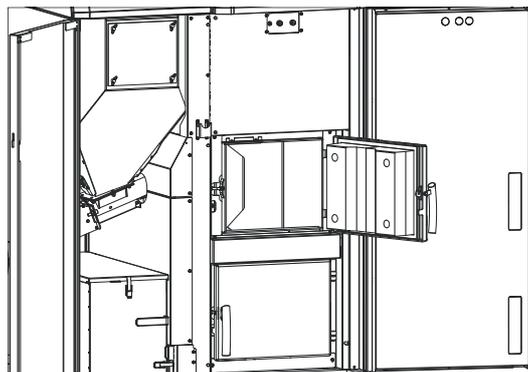

Fig. 36 Ouvrir la porte du revêtement et celle de la chambre à combustion
- Ouvrir la porte du revêtement et celle de la chambre à combustion – Fig. 36 – voir aussi point 8 sur la page 11.